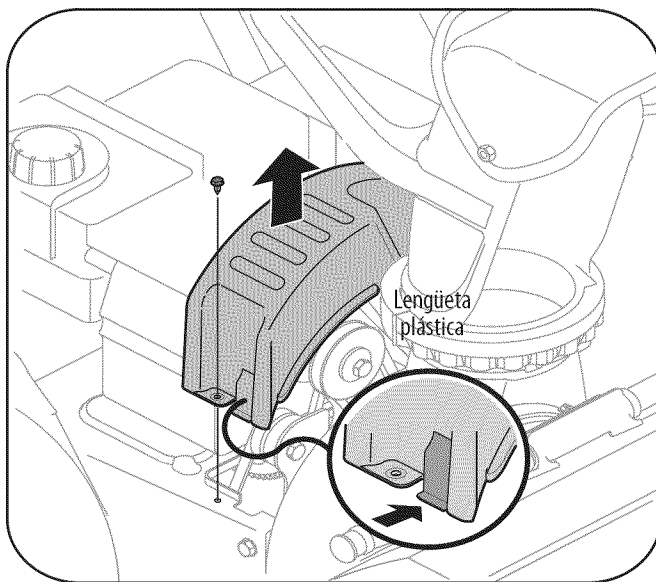

Figura 7-1
1. Saque la cubierta plástica de la correa ubicada en el frente del motor. Para ello saque los dos tornillos autorroscantes y presione las lengüetas de plástico para soltar la cubierta de la correa. Vea la Figura 7-1 en la siguiente sección de este manual.
3. Retire el tornillo autorroscante que se muestra en la Figura 7-1, y presione las lengüetas plásticas para soltar la cubierta de la correa. Tire de la cubierta de la correa hacia arriba y hacia afuera desde alrededor del motor y el conjunto del canal. Déjela separada y guárdela.